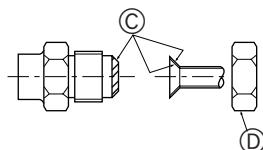

Fig. 4-1
(A) (Fig. 4-1)
(B) (Fig. 4-1)
4.2. Forbindelsesrør (Fig. 4-1)
- Kom et tyndt lag køleolie på rør og samlingsoverflade, før stramning af brystmøtrikken. (A)
- Anvend to skruenøgler til at spænde rørforbindelserne. (B)
- Påfør kølemaskineolie på hele opkravningssædets overflade. (C)
- Brug omløbemøtrikkerne på følgende måde. (D)